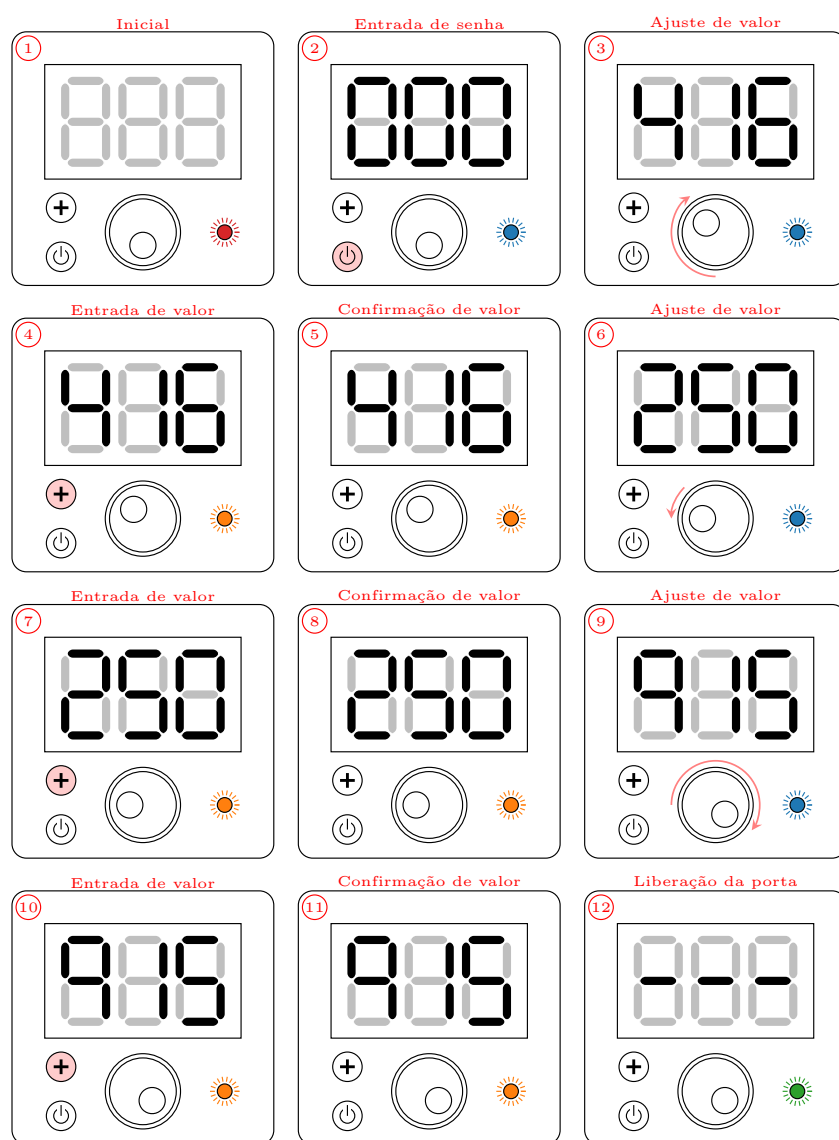

Figura 2: Infográfico da abertura do cofre
O infográfico da Figura 2 apresenta o detalhamento do procedimento de abertura do cofre. Estando na tela inicial (1), o usuário deverá pressionar o botão de inicializar o processo (2), para que os displays apresentem o valor indicado pelo potenciômetro e o led RGB mude para a cor azul indicando que o cofre está pronto para receber a senha. Em seguida, o usuário deverá ajustar o valor desejado através da manipulação do potenciômetro (3). Estando o potenciômetro no valor adequado, o usuário deverá pressionar o botão de adicionar valor (4), o que resultará na alteração da cor do led RGB para laranja indicando que o valor adicionado foi registrado. O led permanecerá na cor laranja por 0,5 segundos (5) e, após transcorrido esse tempo, automaticamente o led RGB retornará para a cor azul. O procedimento de adição de valor será repetido mais duas vezes (6),(7),(8),(9),(10),(11). Após adicionar o terceiro valor, se a senha estiver correta, os displays exibirão um padrão determinado e o led RGB mudará para a cor verde indicando que a trava do cofre está aberta.